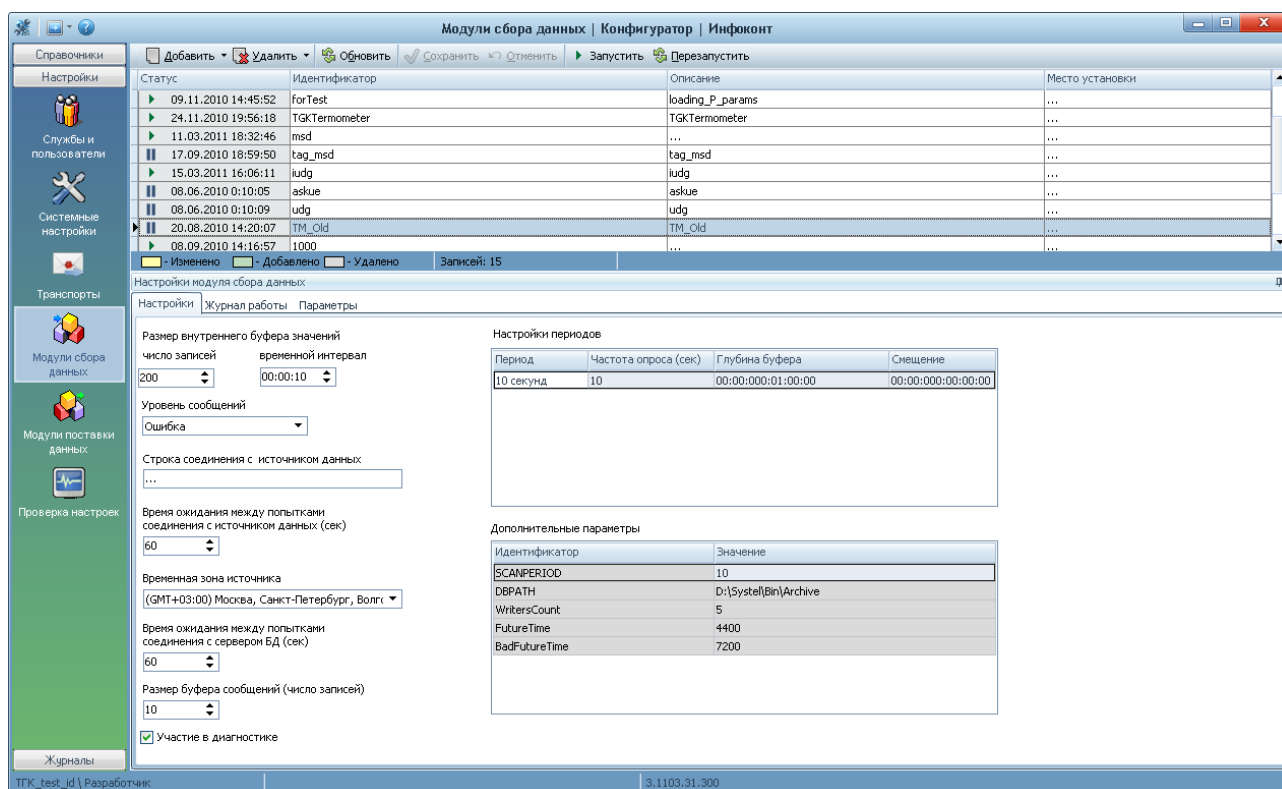

Рисунок 20.1 – Форма отображения настроек МСД
1) Вкладка «Настройки» (Рисунок 20.1). Данная вкладка предназначена для ввода следующих настроек: